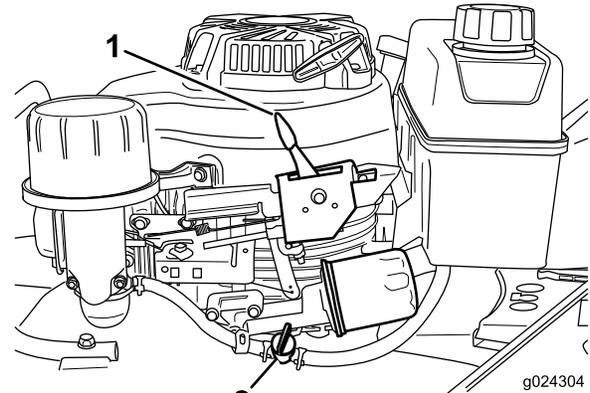

Figure 11
2. Ouvrez le robinet de carburant (Figure 11).
3. Réglez la commande d'accélérateur (Figure 11) en position Starter.
Relâchez la barre de commande de la lame et placez la commande d'accélérateur (Figure 11) en position arrêt.
**Remarque:** Fermez le robinet d'arrivée de carburant (Figure 11) si vous ne prévoyez pas de démarrer le moteur peu après.